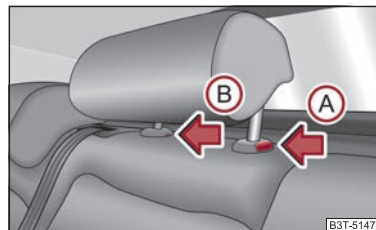

Fig. 72 Scaunele din spate: tetiera din centru
- Apăsați siguranța în direcția indicată de săgeată (A) ⇒ fig. 72, apăsați concomitent, cu o șurubelniță plată cu lățimea de maxim 5 mm, siguranța în orificiul (B) și trageți tetiera afară.